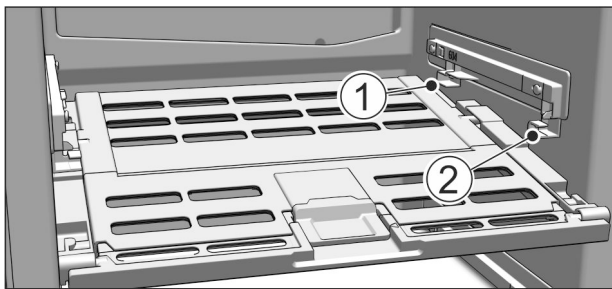

Fig. 75
- ▶ A zöldséges & gyümölcsös rekesz fedelének behelyezése: Alulról vezesse be a fedél bordáit a hátsó tartóba Fig. 75 (1), elöl pedig pattintsa be őket a tartóba Fig. 75 (2).